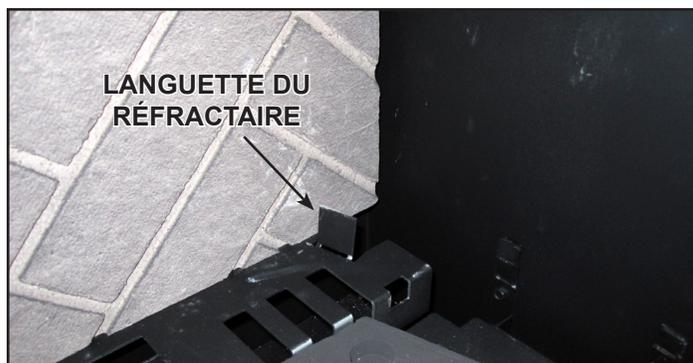

Figure 10.5 Placer le réfractaire latéral droit
2. Placez le panneau latéral droit en insérant l'avant (côté le plus grand) dans le coin avant de la boîte à feu, puis en appuyant le côté étroit contre la languette du réfractaire. Voir la Figure 10.5.